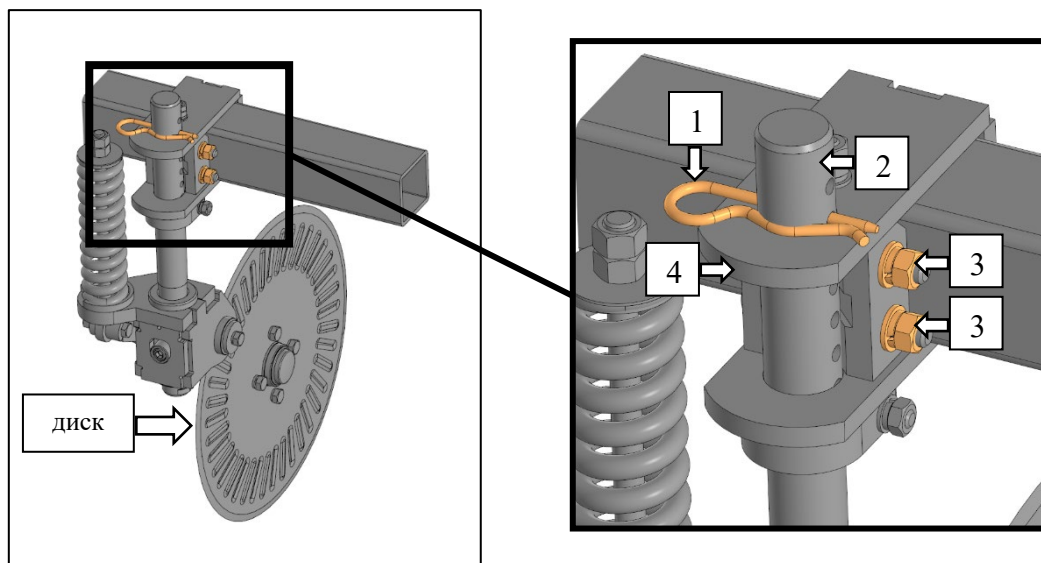
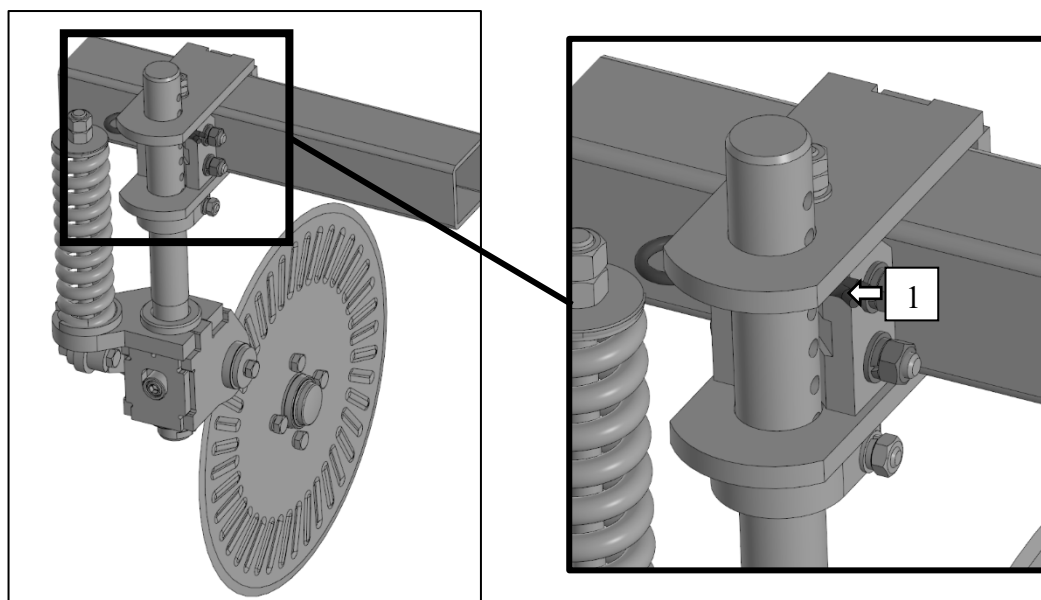

Рисунок 72 – Регулировка турбоножа
Рисунок 73 – Окончательная фиксация турбоножа
1. Извлечь шплинт (1) и установить его в отверстие стойки, выше кронштейна (4) (это необходимо для того, чтобы исключить падение стойки турбоножа), рис. 72;
2. Ослабить затяжку болтов (3), рис. 72;
3. Поднять или опустить стойку (2);
4. Надёжно затянуть резьбовые соединения болтов (3) (для фиксации стойки);
5. Установить шплинт (1) в отверстие стойки (2) так, как показано на рис. 73.